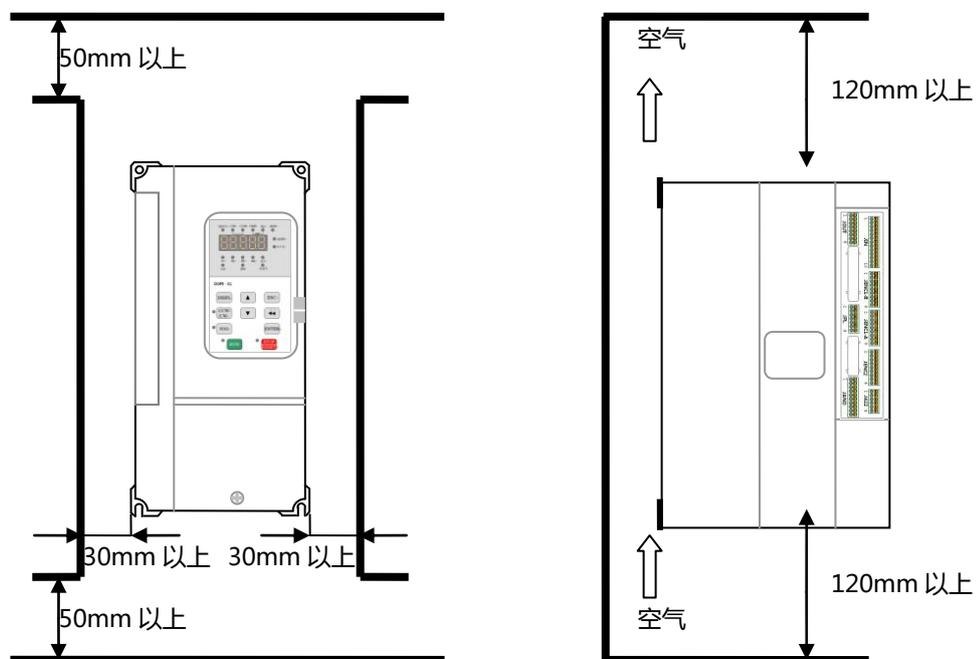

图 2.1 控制器的安装方向和空间
- 为了防止 IMS-S 系列控制器散热效果降低，请务必纵向安装，并按图 2.1 所示确保一定的空间。